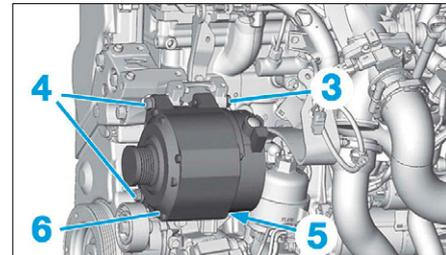

FIG. 11
- la vis conique (3) (Fig.11),
- les vis (4),
- la vis (5).
- Basculer l'alternateur (6) vers l'avant pour le déposer.